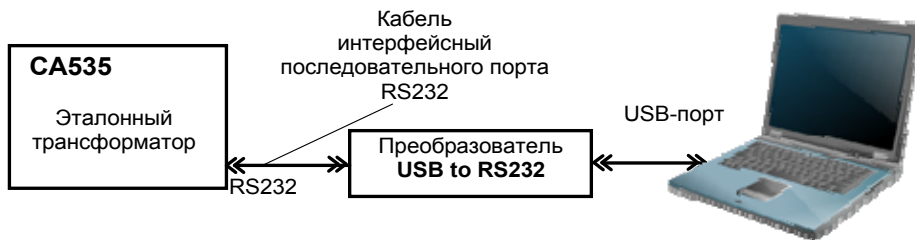

Рисунок 6.11
1) Подключить трансформатор CA535 к ПК, используя кабель интерфейсный последовательного порта RS232 (рисунок 6.11) при работе через USB-порт компьютера или напрямую при работе через COM-порт.